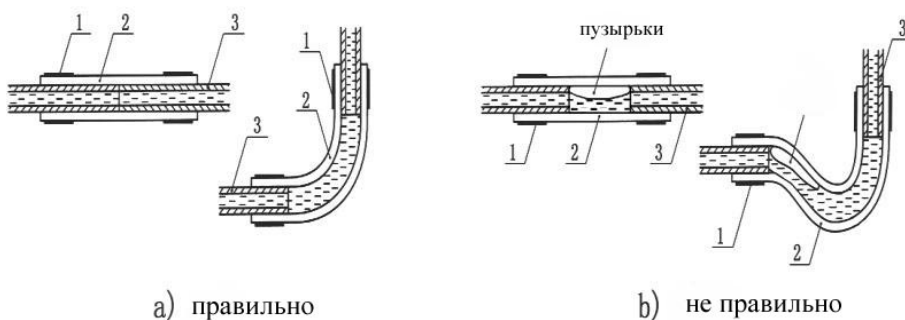

Рис. 15
4.4.5.4 Фитинги для топливной трубки, поставляемые вместе с печкой, должны быть использованы для соединения топливной трубки и топливного насоса, топливной трубки и печки, топливной трубки и трубки подачи топлива из бензобака, топливной трубки и переводным тройником. Крепление топливной трубки осуществляется соответствующими зажимами. В местах крепления необходимо избавиться от пузырьков воздуха (Рис. 15).